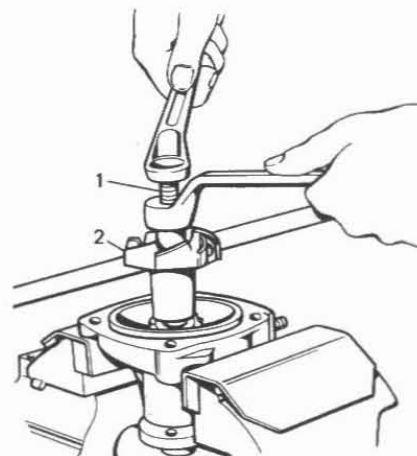

Fig. 2-63. Desmontaje de la rueda de paletas de la bomba:
- sujete la tapa en el tornillo de banco, utilizando las juntas y quite la rueda de paletas del eje con el extractor A.40026 (fig. 2-63);